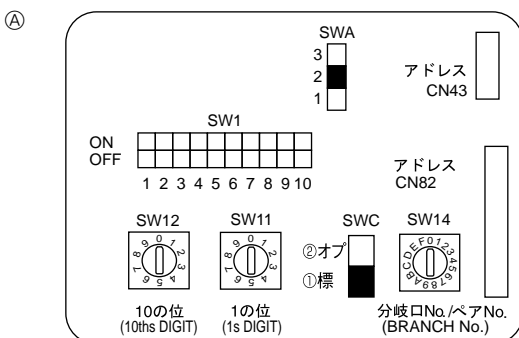

Fig. 6-4
- ③ 无线遥控器 (安装无线信号接收器时)
- Ⓑ 室外机组传输电缆接线端子 (M1 (A), M2 (B), Ⓣ (S))
6.5. 设定存储位置 (Fig. 6-4)
6.6. 因应不同的天花板高度而切换设定 (Fig.6-4)
6.7. 利用遥控器中内置的传感器检测室温 (Fig.6-4)